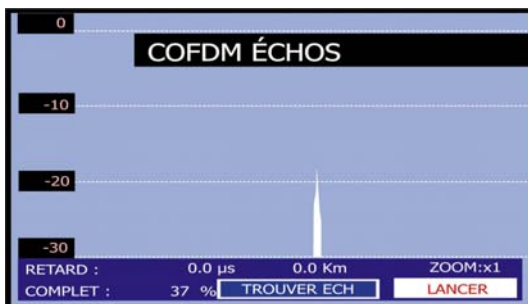

Figure 56.- Processus de détection des échos.
2. Lancez la détection des échos en appuyant sur la molette (Figure 56.-).